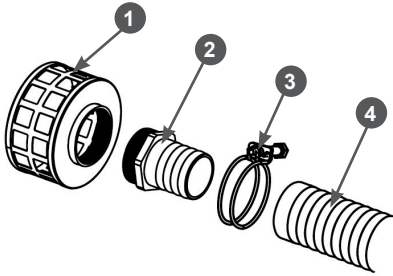

Рис. 14 Установка всасывающего фильтра
1. Закрутите в корпус 1 всасывающего фильтра коннектор 2 всасывающего рукава (Рис. 14).
2. Наденьте до упора всасывающий рукав 4 на патрубок коннектора 2 и затяните его хомутом 3 (Рис. 14).